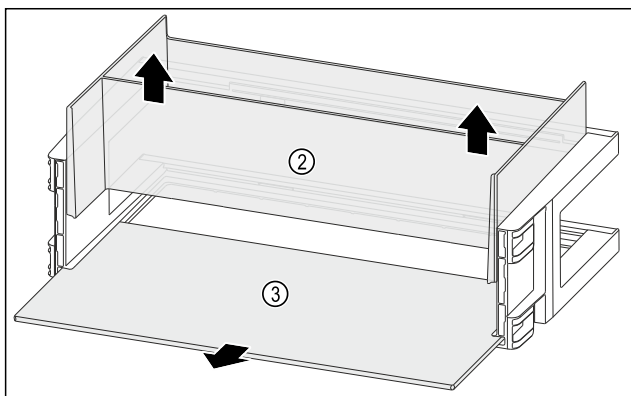

Fig. 141
- Wyjąć organizer Fig. 141 (2) do góry.
- Wyjąć półkę Fig. 141 (3).